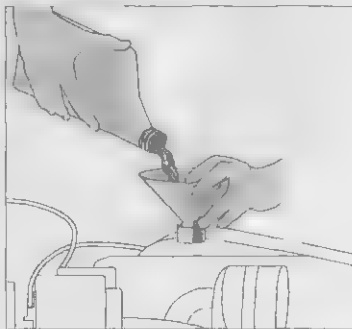

Рис. 15.8 Заливка нового масла в маслозаливную горловину
12. После установки масляного фильтра и замены прокладки сливной пробки с помощью лейки залейте почти все необходимое масло, не долив 1 литр (рис. 15.8).